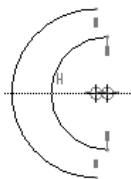

图 2.14.3 绘制圆弧
Step 3 单击“圆弧”命令按钮  中的  **3点/相切端**，绘制图 2.14.3 所示的圆弧。